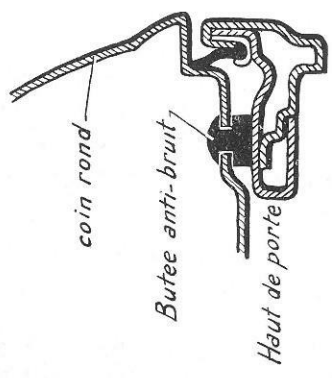

Fig. 35. — Insonorisation des caisses.
Pour supprimer les vibrations de la tôle supérieure de réservoir d'essence et de la tôle de logement de réservoir, il est prévu 3 tendeurs en tôle recouverts de feutre, soudés sur la tôle de logement de réservoir (fig. 35 (A)).
On supprime ce jeu et par conséquent les claquements de tirants de portes en interposant, entre le tirant et les attaches-tirants, quelques rondelles de fibre (fig. 35 (B)).
On supprime cet inconvénient en disposant sur le coin rond et sur le pied milieu, 4 butées en caoutchouc par porte (fig. 35 (C et D)).